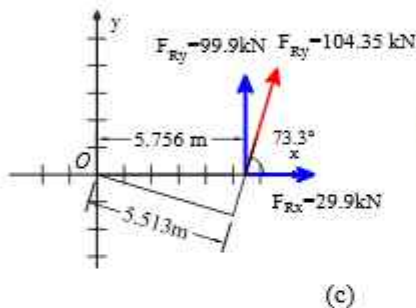

Figura 1.174
Paso ②: Tomamos momentos respecto al punto O, figura 1.174 (b).
Paso ③: Determinamos la posición de la fuerza resultante respecto al punto O, figura 1.174 (c).